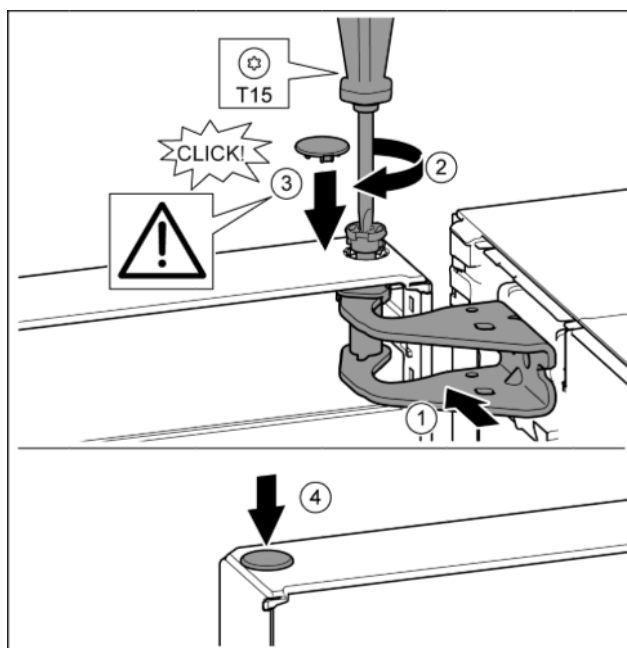

Fig. 19
- ▶ Wyrównać drzwi u góry względem otworu w płycie zawiasu. Fig. 19 (1)
- ▶ Założyć sworzeń i dokręcić śrubokrętem T15. Fig. 19 (2)
- ▶ Zamontować osłonę bezpieczeństwa w celu zabezpieczenia drzwi: Włożyć osłonę zabezpieczającą i sprawdzić czy przylega ona do drzwi. Ponadto założyć cały sworzeń. Fig. 19 (3)
- ▶ Założyć zatyczkę. Fig. 19 (4)